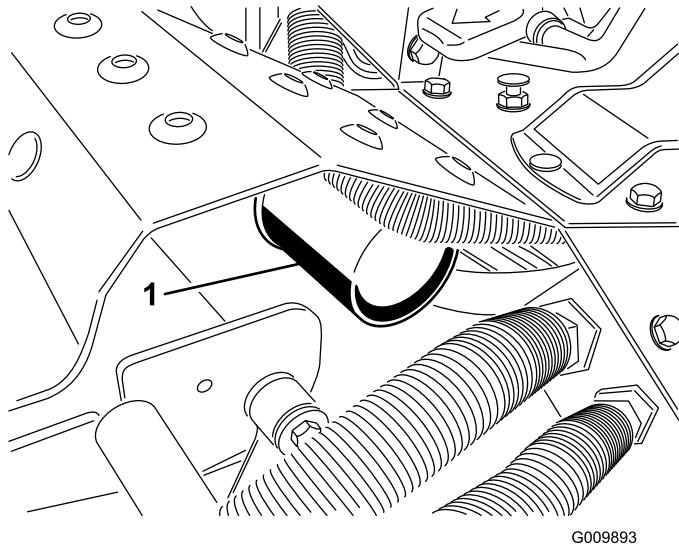

Figure 61
- Nettoyez la surface autour du filtre à huile hydraulique (Figure 61). Déposez le filtre par le fond du logement et laissez l'huile s'écouler dans un bac de vidange. Utilisez une clé à filtre spéciale. Débarrassez-vous du filtre à huile de la manière appropriée.